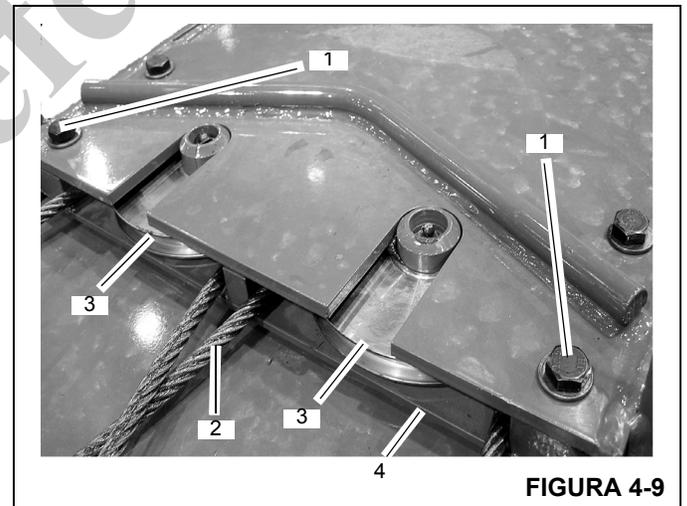

FIGURA 4-9
- Na parte frontal superior da seção intermediária interna, remova os quatro parafusos e as arruelas (1) que fixam o conjunto de polias (2) dos cabos de sincronização (3). Estenda o conjunto com os cabos na parte superior da seção intermediária externa (4) (Figura 4-9).